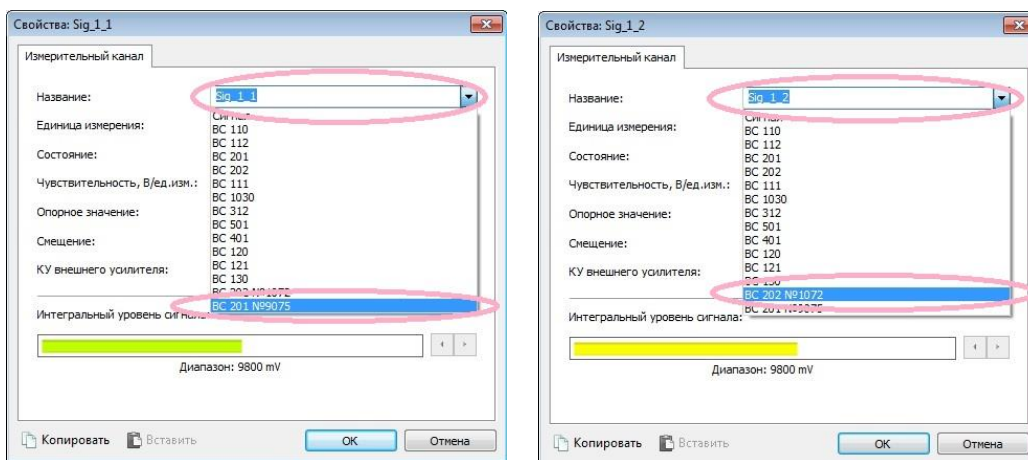

Рисунок 20
- после сохранения в базе датчиков параметров используемых акселерометров необходимо выбрать в окне программы «Диспетчер устройств ZET» через выпадающий список в поле «Название» для канала №1 (Sig_1_1) - BC 201 и для канала №2 (Sig_1_2) - BC 202 (Рисунок 20) после чего выбрать «ОК» для завершения конфигурирования каналов и закрытия окон.